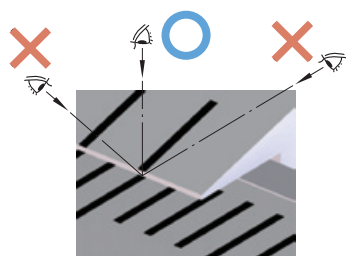

Fig. 4
- Se existir sujeiras ou rebarbas nas faces elas não encostarão e feixes de luz serão vistos entre elas. **(Fig. 4)**
1. Leia as graduações olhando na direção perpendicular ao mostrador para evitar erro de paralaxe. **(Fig. 4)**
1. Leia as graduações olhando na direção perpendicular ao mostrador para evitar erro de paralaxe. (Fig. 4)